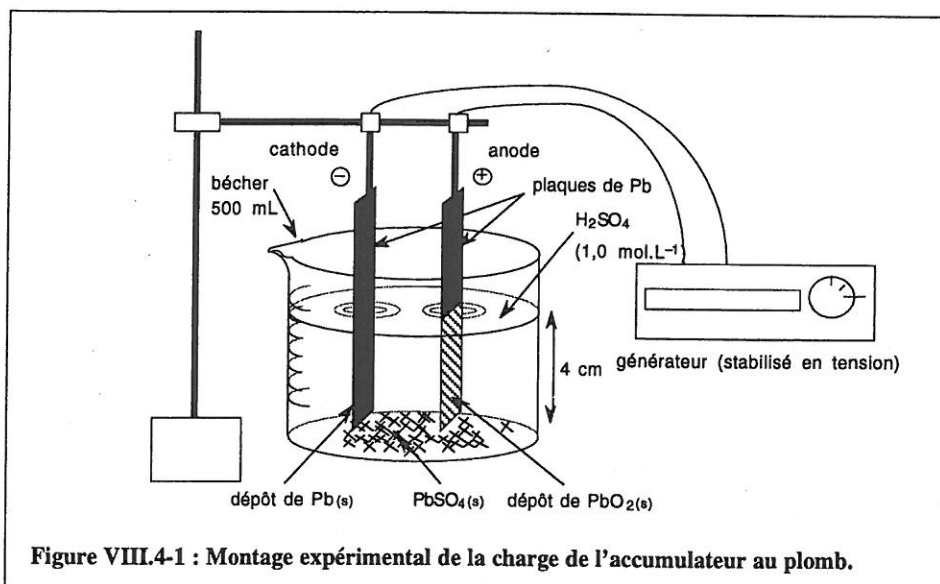

Figure VIII.4-1 : Montage expérimental de la charge de l'accumulateur au plomb.
Préparer 250,0 mL d'une solution d'acide sulfurique Δ (L+G+H) à $1,7 \text{ mol.L}^{-1}$. Transvaser cette solution dans le bécher de 500 mL. Ajouter 10 g de sulfate de plomb (II). Agiter. Plonger les deux électrodes de plomb (écartement 2 cm) sur 4 cm de hauteur (fig. VIII.4-1). Appliquer une tension de 2 V ($I = 10 \text{ mA}$ environ) pendant 10 min (charge de l'accumulateur). Au bout de 10 min exactement, observer la décharge en réalisant un court-circuit avec une petite diode lumineuse (qui s'allume et sert de témoin) et un ampèremètre en série (fig. VIII.4-2). Tracer $I = f(\text{temps})$.